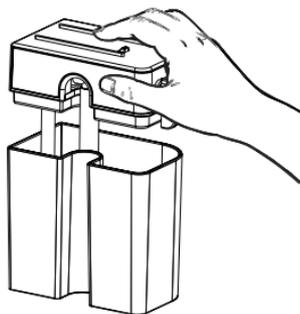

Рис. 4
- Установите крышку капучинатора (12) на ёмкость (11) (рис. 4), установите капучинатор на место установки до срабатывания фиксатора (рис. 10).